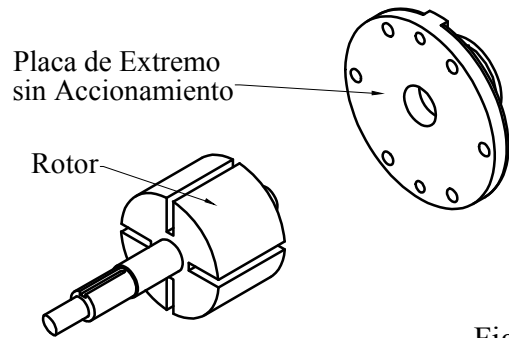

Fig. 3
7. Extraiga el rotor y retire la placa de extremo sin accionamiento. Consulte la fig. 3.